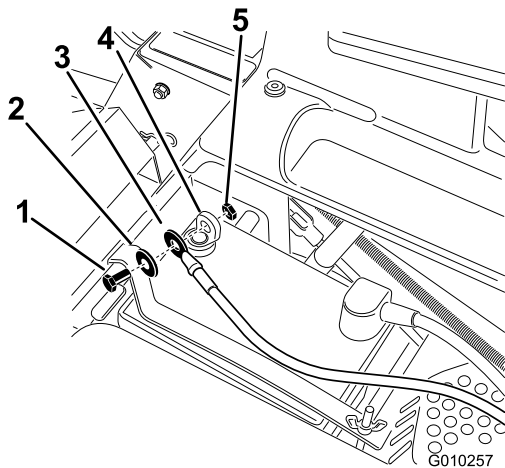

Figura 4
2. Retire el tapón de plástico negro del borne negativo de la batería. Retire los herrajes del cable negativo de la batería y utilícelos para sujetar el cable negativo de la batería al borne negativo de la batería (Figura 4).